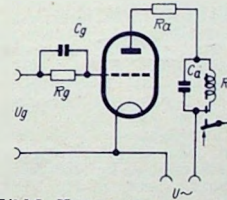
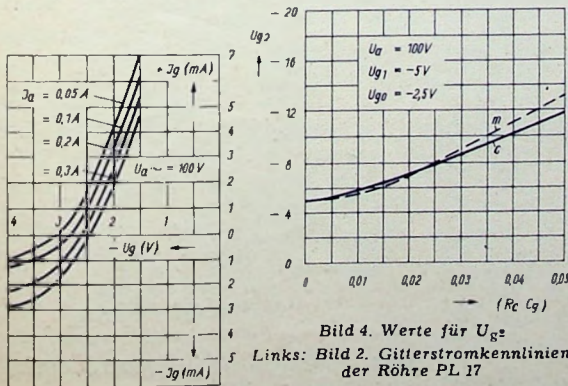
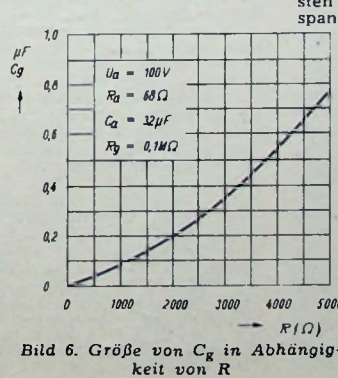

Bild 5. Kompensationsschaltung mit Kondensator C_a
Bild 4. Werte für U_{g2}
Bild 6. Größe von C_g in Abhängigkeit von R
Jeder Gitterspannungswert U_{g3} , der größer als U_{g2} ist, wird dann die Zündung der Röhre verhindern. Um U_{g2} aus Gleichung (2) zu berechnen, ist die Kenntnis von U_{g0} und U_{g1} erforderlich. U_{g0} kann aus Bild 2 abgelesen werden; U_{g1} hängt natürlich von der Anodenspannung ab. In Bild 4 sind die für U_{g2} berechneten Werte (Kurve c) für die angegebenen Werte von U_{g0} , U_{g1} und U_a dargestellt. Die Kurve m stellt die praktisch gemessenen Werte für U_{g2} dar, und man erkennt an der guten Übereinstimmung der beiden Kurven die praktische Brauchbarkeit der Formel (2). Aus dem oben Gesagten erkennt man, daß der Gitterkondensator eine Verminderung der Gitterspannung bewirkt, und es ist nun möglich, den Wert von C_g so zu wählen, daß in der Schaltung nach Bild 5 diese Verminderung der Gitterspannung gerade die Herabsetzung der Anodenspannung durch die Ladung des Kondensators C_a kompensiert. Man kann also für einen bestimmten Wert von C_a einen optimalen Wert von C_g angeben, so daß das „Flattern“ des im Anodenstromkreis liegenden Relais verhindert wird, wobei jedoch die Differenz zwischen den zur Zündung und Löschung der Röhre erforderlichen Gitterspannungen U_{g1} und U_{g3} nur wenige Zehntel Volt beträgt. Der Optimalwert von C_g hängt nicht allein von C_a , R und R_g ab, sondern auch von der Größe der Anodenwechselspannung und dem Wert von R_a (Bild 5). In Bild 6 ist die Größe von C_g in Abhängigkeit von R bei bestimmten Werten der Parameter U_a , R_a , C_a und R_g dargestellt. Im allgemeinen wird bei wachsendem R_a der Wert von C_g niedriger; der günstigste Wert für C_g kann jedoch leicht experimentell bestimmt werden. Ist C_g kleiner als dieser Optimalwert, treten die periodischen Unterbrechungen des Anodenstroms auf, ist er größer, wächst die Differenz zwischen Zünd- und Löschnspannung U_{g1} und U_{g3} . Natürlich wird in manchen Fällen eine verhältnismäßig große Differenz zwischen U_{g1} und U_{g3} gerade erwünscht sein. Bei Alarmanrichtungen z. B. ist es häufig erforderlich, daß eine wenn auch nur kurzzeitige Verkleinerung von U_g eine kontinuierliche Zündung der Röhre bewirkt, bis der Anodenstrom von Hand unterbrochen wird. Normalerweise ist eine Gleichspannungsquelle dazu erforderlich; man kommt jedoch in dieser Schaltung auch mit Wechselspannung aus, wenn C_g genügend groß gewählt wird. Das Thyatron zündet dann von selbst in allen folgenden positiven Halbperioden.
Unten: Bild 4. Skalenseilführung